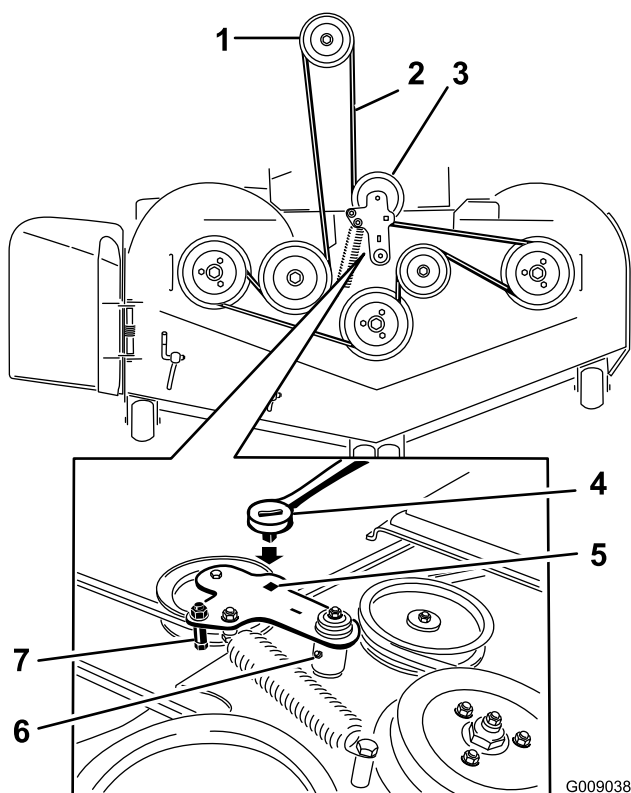

Figure 77
5. Insérez un rochet dans le trou carré du bras de la poulie de tension pour détendre le ressort de la poulie de tension (Figure 77).
7. Enlevez le guide de courroie situé sur le bras de renvoi rappelé par ressort (Figure 77).
9. Acheminez la courroie neuve autour des poulies du tablier de coupe et de la poulie d'embrayage, sous le moteur (Figure 77).
10. Montez le guide de courroie sur le bras de renvoi (Figure 77).
11. Insérez le rochet dans le trou carré et montez le ressort de la poulie de tension (Figure 77).